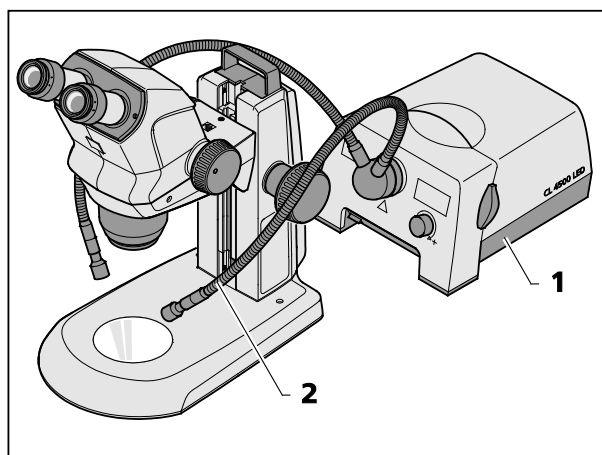

Bild 11 Externe faseroptische Beleuchtung montieren
- Externe faseroptische Beleuchtung (Bild 11/1) einschalten, Beleuchtungsintensität regeln und durch Verbiegen der beiden Schwanenhälsen (Bild 11/2) die Beleuchtung so einstellen, dass das Objekt optimal ausgeleuchtet wird.